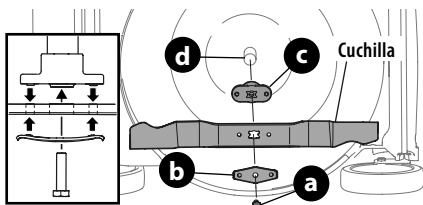

Figura 16
5. Saque el perno (a) y el soporte de campana de la cuchilla (b) que sostienen la cuchilla y el adaptador de la cuchilla al cigüeñal del motor (Figura 16).
6. Saque la cuchilla (c) y el adaptador (d) del cigüeñal. (Figura 16).
8. Lubrique el cigüeñal del motor y la superficie interna del adaptador de la cuchilla con aceite ligero. Deslice el adaptador de la cuchilla (d) sobre el cigüeñal del motor. Coloque la cuchilla en el adaptador con el lado marcado "Bottom" (inferior) (o con el número de pieza) hacia el piso cuando la cortadora de césped está en posición de funcionamiento. Asegúrese que la cuchilla quede alineada y asentada en las bridas del adaptador. Consulte el recuadro de la Figura 16.